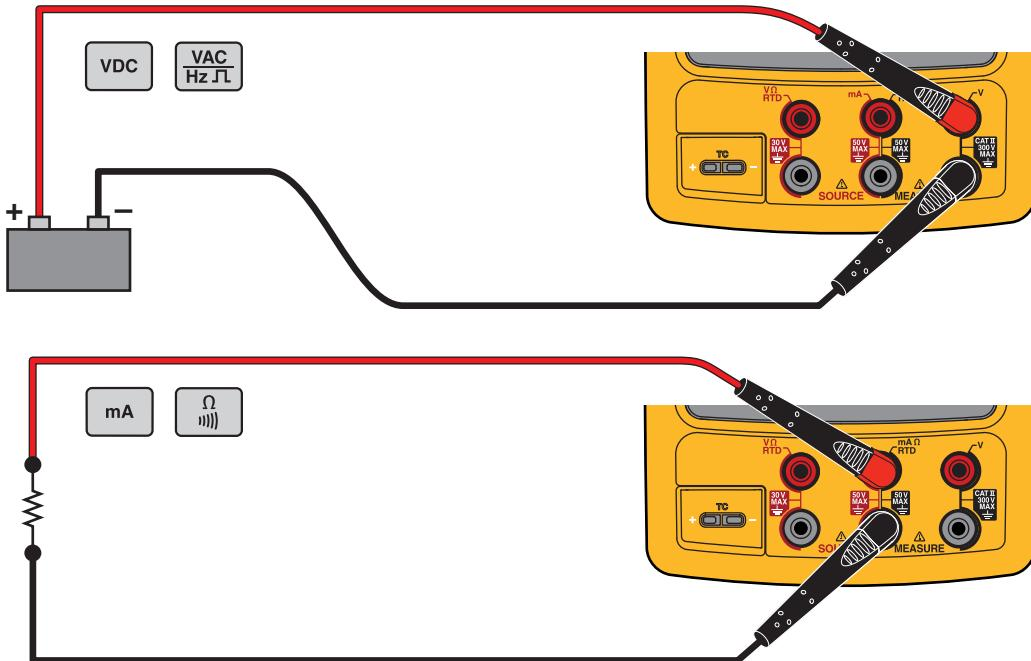

图 12. 电气测量连接
打开产品电源时，产品处于直流电压测量功能。图 12 显示了电气测量连接。要从“输出”(SOURCE)或“测量/输出”(MEASURE/SOURCE)模式中选择一种电气测量功能，请首先按 **MEASURE SOURCE** 选择“测量”(MEASURE)模式：
2. 连接用于您的测量功能的测试线，如图 12 所示。
4. 将产品连接到被测电路。请参阅图 12。